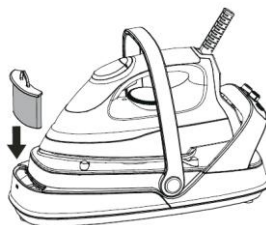

Fig. 9
4. Coloque o filtro anti-calcário **3** no orifício do depósito de água (Fig.9).